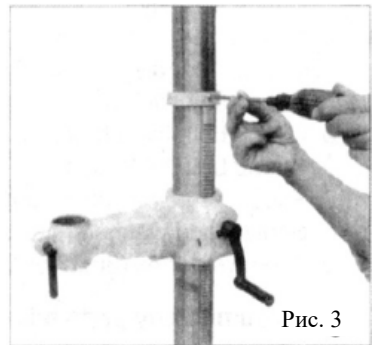

Рис. 3
2.3 Установите и крепко зафиксируйте хомут. Рис. 3.